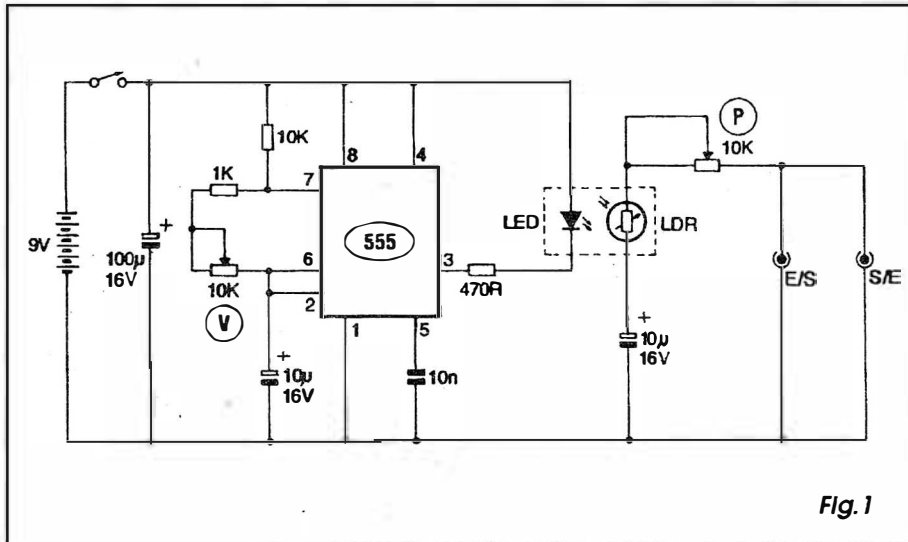

Fig. 1
- FIG. 1 - DIAGRAMA ESQUEMÁTICO DO CIRCUITO - Um integrado 555 (conhecido, fácil de encontrar e barato...) trabalha em **ASTÁVEL** (oscilador), cuja frequência (baixa) pode ser ajustada em faixa de aproximadamente 10 por 1, via potenciômetro de 10K (V). O resistor anexo, de 1K, o outro, de 10K, mais o capacitor eletrolítico de 10u, contribuem com seus valores para a exata determinação do ritmo do **ASTÁVEL**... O capacitor de 10n, entre o pino 5 do integrado e a linha do **negativo** da alimentação, estabiliza o pino de *voltagem de controle* do 555... A saída